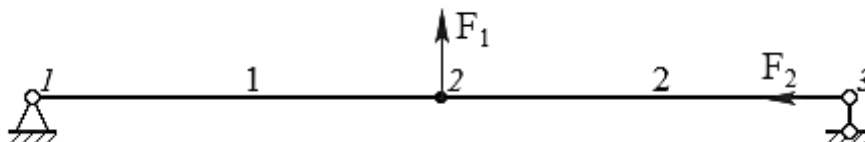

Рис. 5.3 – Конструкция с шарнирно-неподвижной и шарнирно-подвижной опорами
**Задание 5.3.** Дана конструкция с шарнирно-неподвижной и шарнирно-подвижной опорами (см. рис. 5.3). К конструкции приложены две сосредоточенные силы:  $F_1$ , кН, направленная перпендикулярно к продольной оси балки, а также  $F_2$ , кН, направленная вдоль оси балки. Значения сил заданы по вариантам. Длины участков конструкции:  $l_{12} = 2$  м,  $l_{23} = 4$  м. Определить числовые значения реакций связей, возникающих в шарнирных опорах.